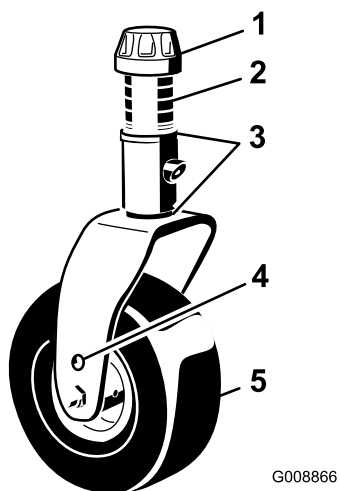
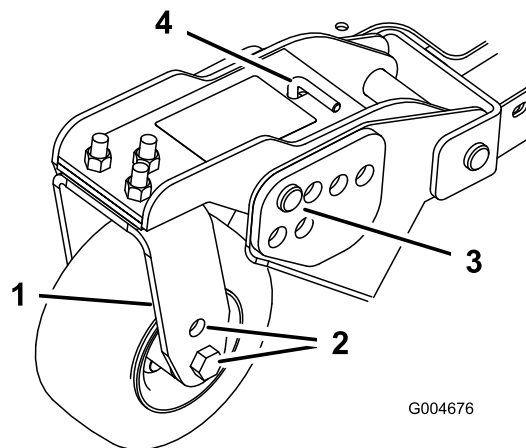
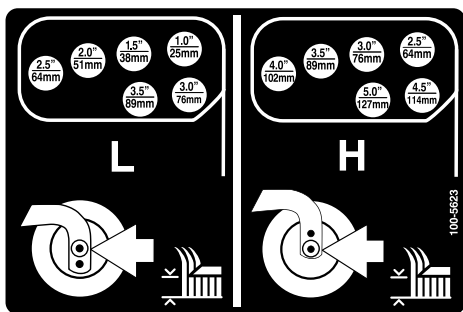

Рисунок 18
Рисунок 20
Рисунок 21
1. Поместите оси поворотных колес в одинаковые отверстия во всех вилках поворотных колес (Рисунок 18 и Рисунок 20).
2. Снимите колпачковую гайку с вала шпинделя и извлеките шпиндель из рычага поворотного колеса (Рисунок 18).
5. Извлеките игольчатые шплинты и шплинтуемые штифты из рычагов поворотных колес (Рисунок 20).
6. Поверните натяжную тягу, чтобы поднять или опустить поворотный рычаг до совмещения отверстий с выбранными отверстиями кронштейна высоты скашивания в раме деки газонокосилки (Рисунок 20 и Рисунок 21).